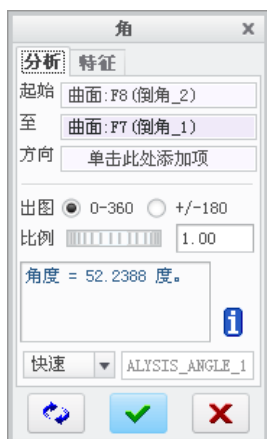

图 5.8.13 “分析”选项卡
Step3. 在弹出的“角”对话框中, 打开 **分析** 选项卡, 如图 5.8.13 所示。
- (3) 在图 5.8.13 所示的 **分析** 选项卡的结果区域中, 可查看测量的结果。